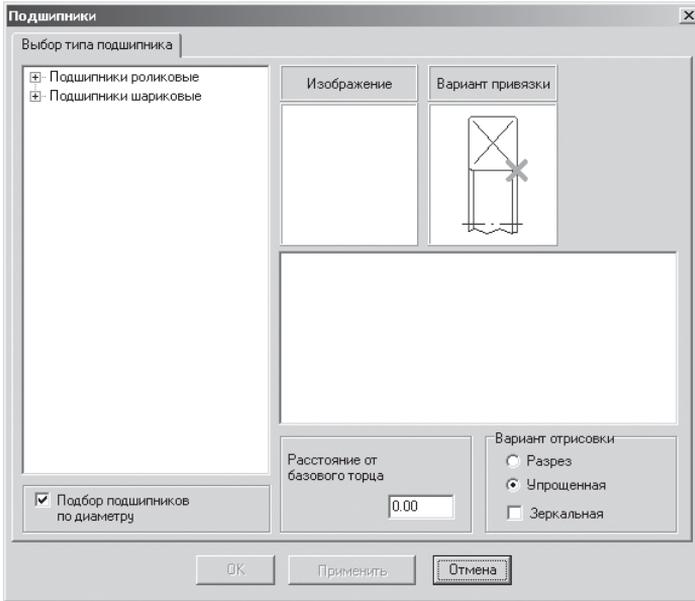

Рис. 3.43. Диалоговое окно **Подшипники**
- щелкните в выпадающем меню по пункту **Подшипники**. Появится диалоговое окно **Подшипники**, см. рис. 3.43;